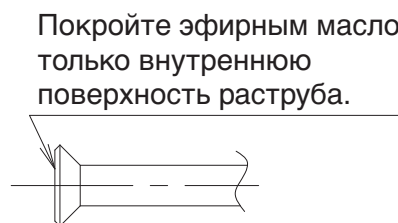

Рис. 8
- При обустройстве развальцованного соединения следует покрыть эфирным маслом только внутреннюю поверхность раструба. (См. Рис. 8)